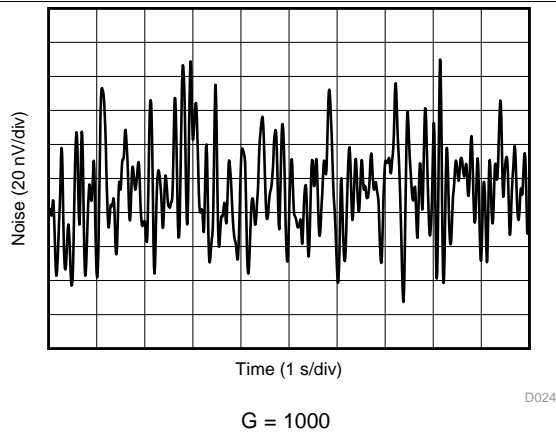

图 25. 0.1-Hz to 10-Hz RTI Voltage Noise, G = 1000
0.1-Hz to 10-Hz RTI Voltage Noise, $G = 1000$	图 25